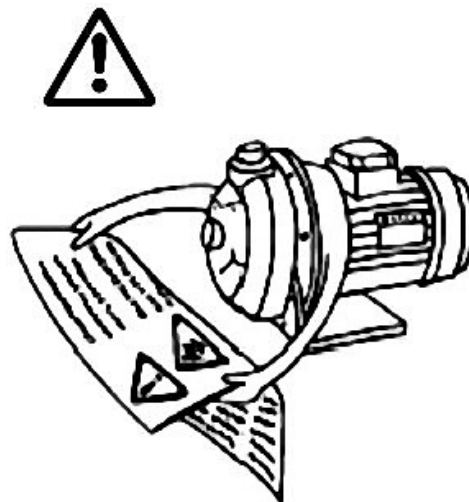

Рис. 6
– Обращайте особое внимание на ограничения применения. Непредусмотренное применение может привести к повреждению насоса, иных предметов и ущербу людей. (Рис.6)